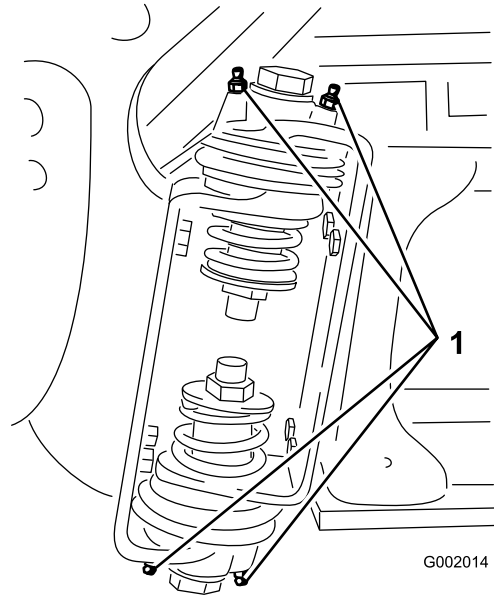

Figure 105
2. Bombee grasa en el cojinete o casquillo de cada punto de engrase (Figure 105).